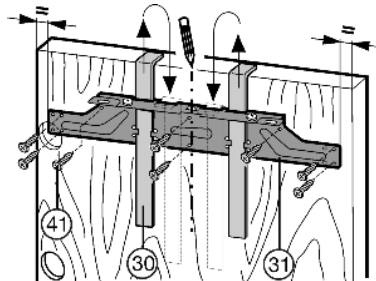

Fig. 21
- ▶ Откройте крепежную поперечину Fig. 21 (31) с помощью контргайки Fig. 21 (32).
- ▶ Навесьте крепежную поперечину Fig. 21 (31) с монтажными вспомогательными элементами Fig. 21 (30) на внутреннюю сторону мебельной дверцы.
- ▶ Выравнивание крепежной поперечины Fig. 21 (31) по центру: начертите короткую центральную линию на мебельной дверце, совместите с ней острие стрелки поперечины.
- ▶ Прикрутите крепежную поперечину Fig. 21 (31) по меньшей мере 6 винтами Fig. 21 (41).
- ▶ Прикрутите крепежную поперечину Fig. 21 (31) 4 винтами Fig. 21 (41) по краю.
- ▶ Вытяните вверх монтажные приспособления Fig. 21 (30) и, развернув, вставьте их в расположенные рядом приемные отверстия.